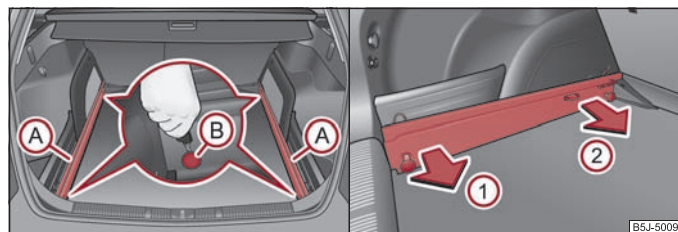

Fig. 63 Portbagajul: Eliberarea punctelor de asigurare / Scoaterea șinelor
- Slăbiți punctele de asigurare (B) ale șinelor, cu cheia, respectiv cu o șurubelniță plată ⇒ fig. 63.
- Apucați șina (A) în poziția (1) ⇒ fig. 63 și eliberați-o trăgând în sensul indicat de săgeată. Pentru a facilita demontarea, puteți scoate compartimentele de depozitare demontabile* ⇒ pagina 78, „Compartimentele de depozitare* din portbagaj”.
- Apucați șina (A) în poziția (2), eliberați-o trăgând în sensul indicat de săgeată și scoateți-o.